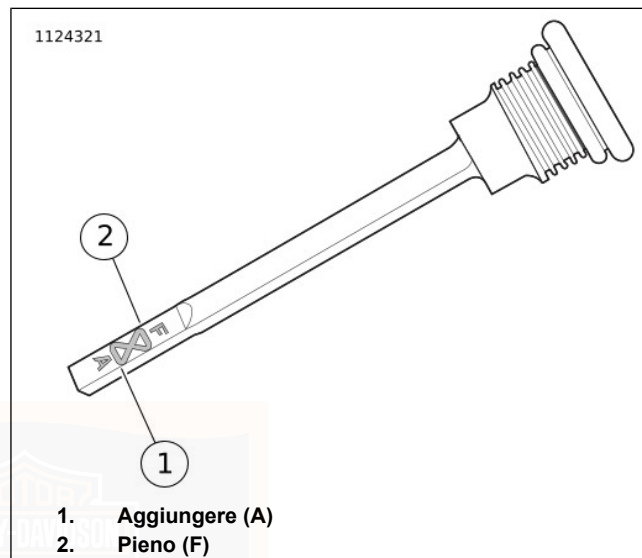

Figura 68. Livello dell'olio del cambio
4. Vedere Figura 68. Rimuovere il tappo del rifornimento/l'astina di livello dell'olio. Verificare il livello dell'olio sull'astina di livello. Il livello corretto dell'olio è compreso tra i contrassegni Add (aggiungere) (A) e Full (pieno) (2).
6. Verificare il livello dell'olio. Aggiungere olio quanto basta per portare il livello tra i contrassegni ADD (aggiungere) (A) e FULL (pieno) (F). Vedere Figura 68.